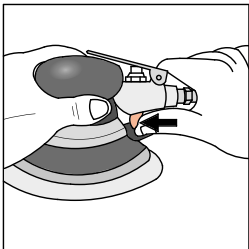

Рисунок 6 – Закрытие клапана
**ВНИМАНИЕ!** Во время подключения (арт. 2.51) держите клапан регулировочный закрытым, повернув его от себя по часовой стрелке до упора (см. рис. 6).